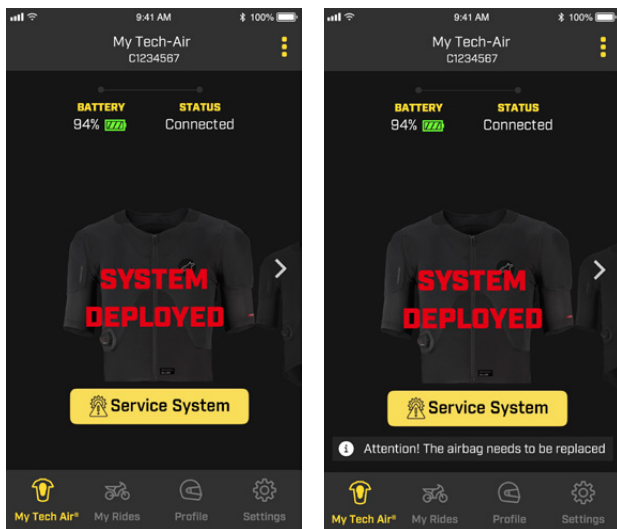

图 18：展开的 Tech-Air® 系统视图（左）和安全气囊（11）更换通知视图（右）。
如果系统展开且没有气体充气装置 (9) 可用，应用程序将通过显示“系统已展开”消息（如图 18 所示）通知用户此状态。